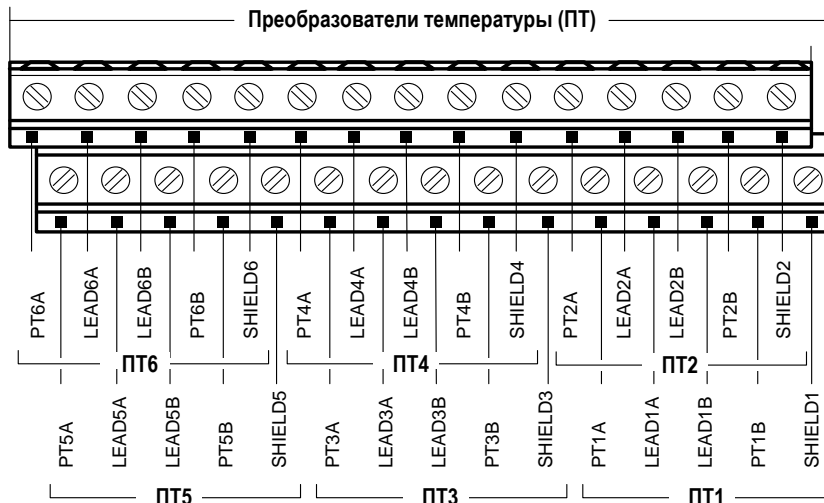

Рис.28. Обозначение коммутационных элементов подключения ПТ.
6.5.4.1. Входы предназначены для подключения преобразователей температуры с номинальным значением сопротивления 500 Ом и номинальным значением тока от 0,2 до 1,0 мА. Обозначение коммутационных элементов для подключения ПТ показано на рис.28.